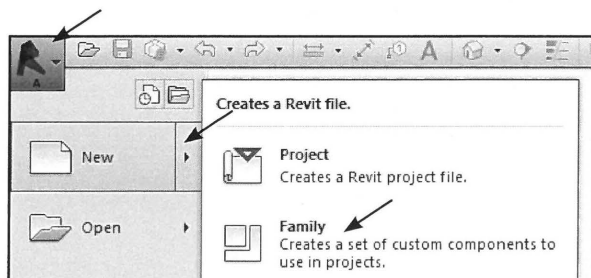

Fig. 03.44. *New Family*.
- Klik *Application Menu* - *New* - *Family* (Fig. 03.44).